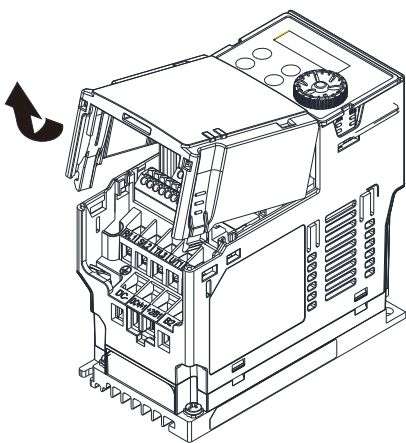

图 8-26
1. 关闭变频器电源，取下变频器上盖，如图 8-26 所示。